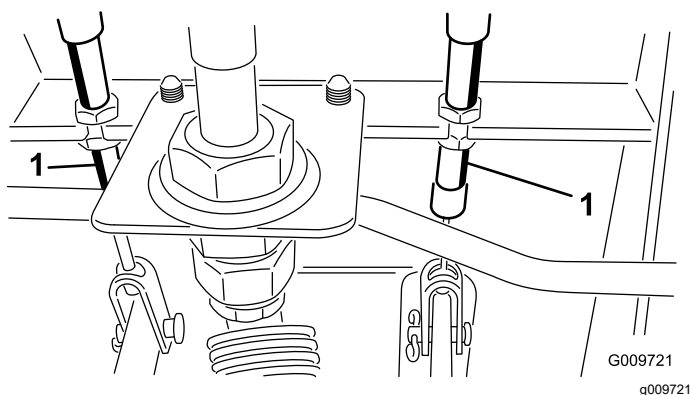

Рисунок 65
- A. Отпустите переднюю гайку на резьбовом конце троса тормоза (Рисунок 65).